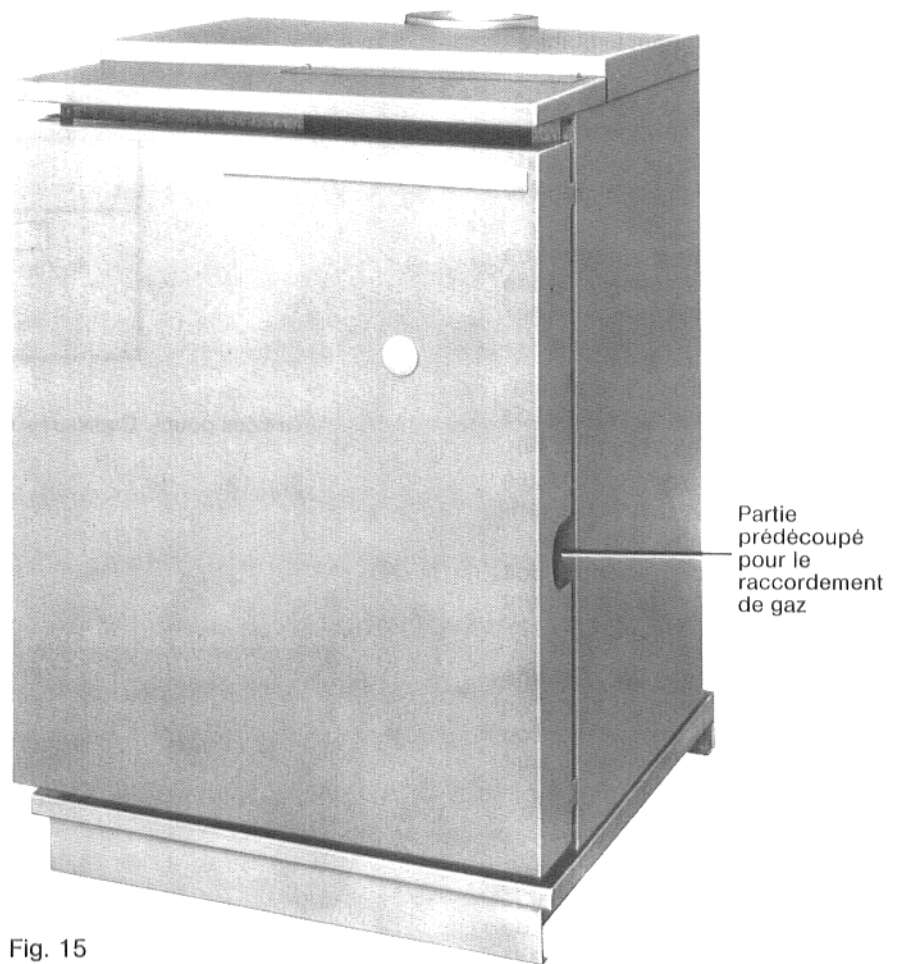

Fig. 15
- Enlever la **partie prédécoupée** pour le raccordement de gaz (Fig. 15).